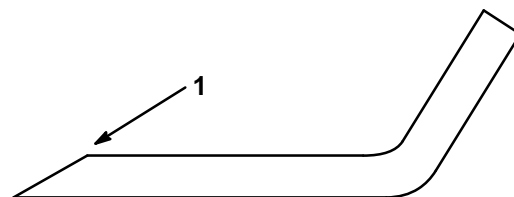

Abbildung 34
1. Die Schneidkante an beiden Enden des Schnittmessers mit einer Feile schärfen (Abb. 34). Den ursprünglichen Winkel beibehalten. Das Schnittmesser behält seine